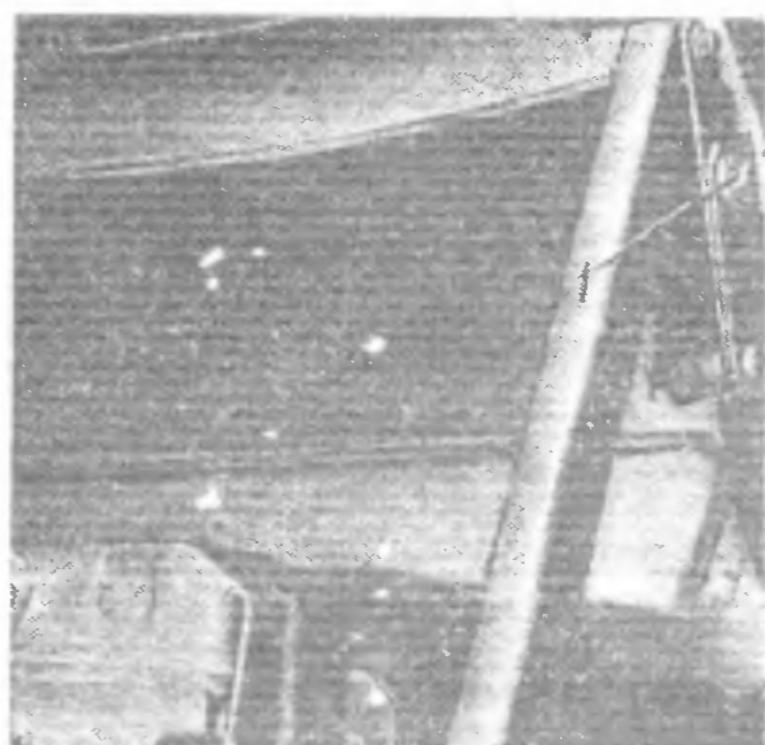

Рис. 18. Палец удлинителя:
4. Расшплинтуйте и выпьте палец 1 (рис. 18) удлинителя. Поднимите кабину во второе положение (60°), поддерживаая ее спереди	Плоскогубцы, лопатка-вороток